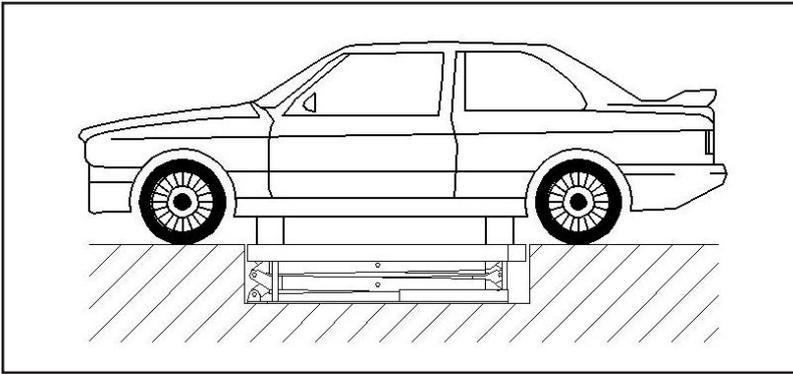

Figura 7
- Certificar-se de que o veículo está corretamente posicionado. (Figura 7)